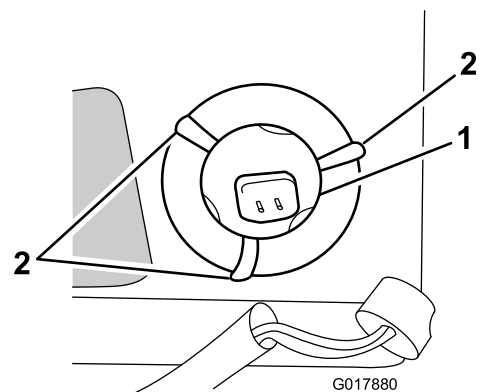

**Figura 32**
6. Estraete il portalamпада (Figura 32).